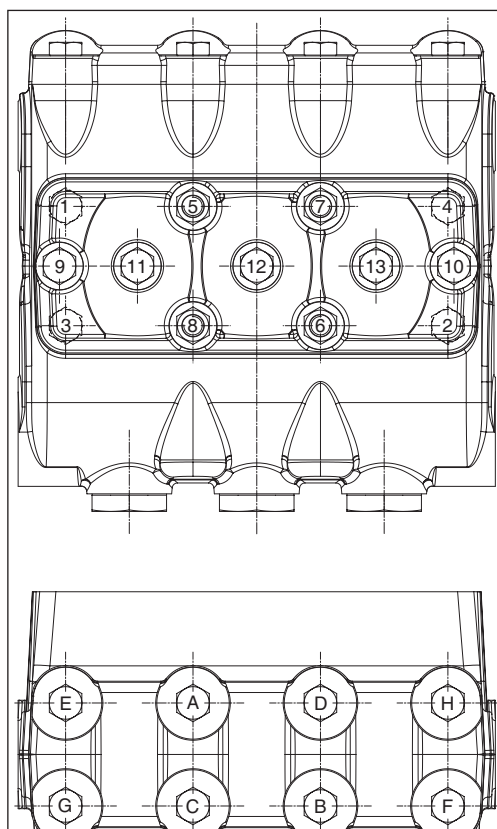

Fig. 141
**Los tornillos y las tuercas de fijación del cabezal y de las tapas se deben apretar utilizando una llave dinamométrica, lubricando el pie roscado respetando el orden contenido en el esquema de la Fig. 141.